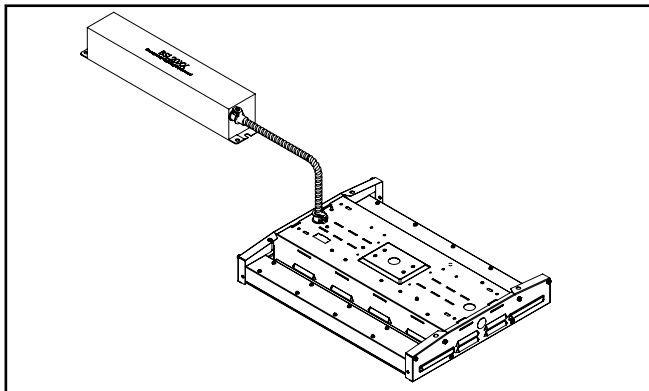

Figure 1.
2. Suspender le luminaire au moins à 457 mm (18 po) sous le plafond, et placer le bloc-piles horizontalement ou verticalement à la structure du bâtiment ou à tout autre arrangement d'installation. (Figure 1.)